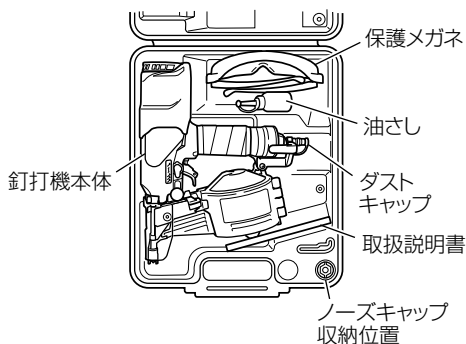

図 27
- 作業後は内部にごみやほこりが入らないよう、ダストキャップをエアプラグにさし込み、ケースに入れて保管してください。また、取りはずしたノーズキャップ(A)はケースのノーズキャップ収納位置に収納してください。ケースには図27のように入れてください。